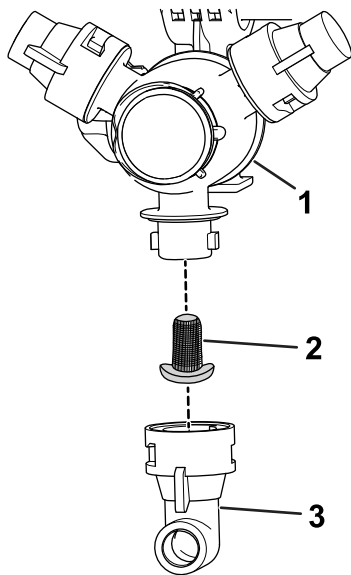

図 89
2. タレットからノズルを外す 図 89。
3. ノズルフィルタを取り外す 図 89。
5. ノズルフィルタを取り付ける 図 89。
6. タレットにノズルを取り付ける 図 89。